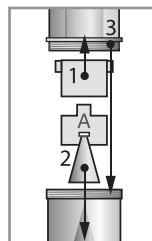

Рис. 2
- В заводской комплектации внутри небулайзера установлен распылитель «В» синего цвета, который эффективен для воздействия на весь дыхательный тракт. Для более эффективного воздействия лекарственных средств на верхние дыхательные пути установите, вместо синего распылителя, распылитель «С» красного цвета. Для более эффективного воздействия на нижние дыхательные пути – распылитель «А» желтого цвета, который состоит из двух частей (рис. 2). Графики распределения размеров частиц по массе для различных распылителей показаны на рис. 4.